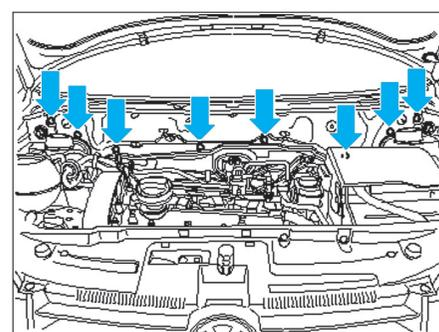

Fig. 24
- Déposer les 8 vis de fixation de la tôle frontale (Fig.24).